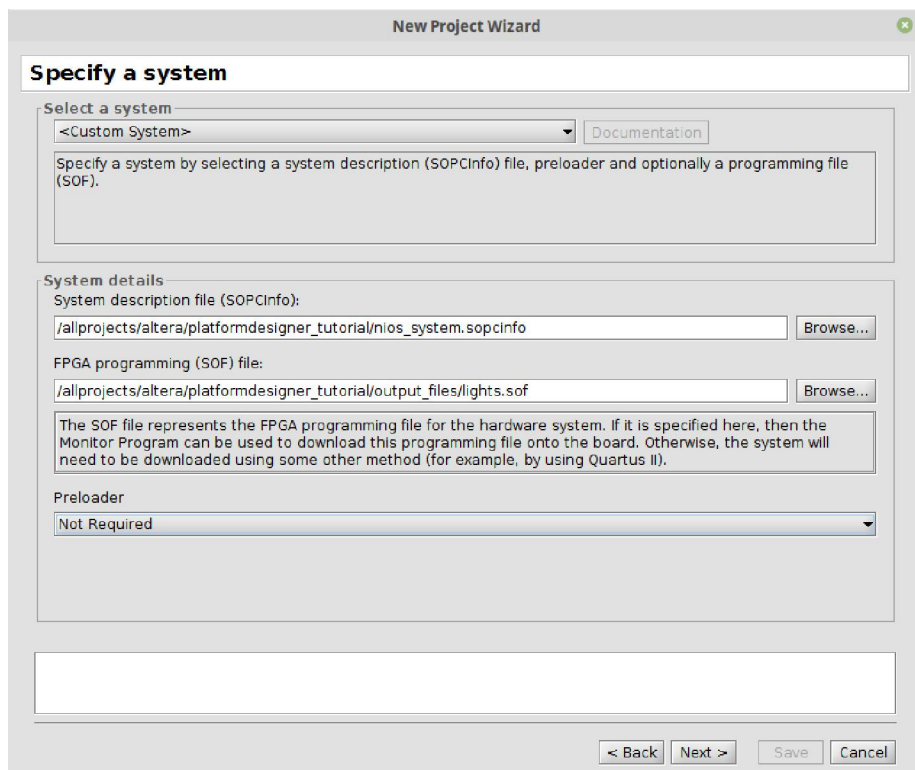

Рисунок 21. Вкладка *Specify the system*.
24. На вкладинці **Specify the system** вкажіть наступні параметри (рис. 21):